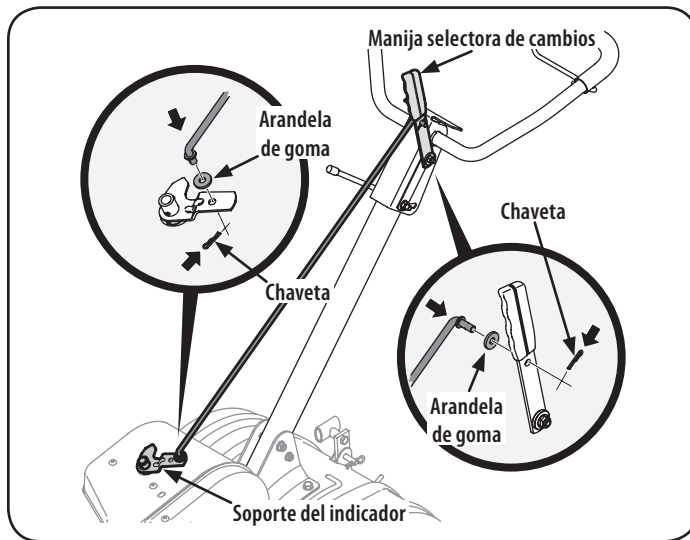

Figura 5
4. Inserte el extremo más largo de la varilla de control a través del orificio de la manija selectora de cambios y asegure con un pasador de chaveta. Vea la Figura 5.